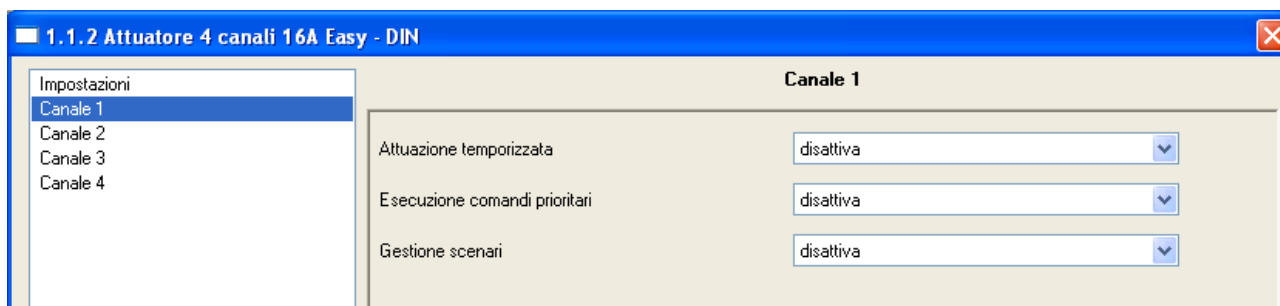

Fig. 19: Finestra di configurazione parametri **Attuatore 4 canali 16A Easy (2) - Canale 1**
Per tale motivo le altre funzioni disponibili nella finestra di configurazione dell'attuatore possono essere lasciate disattivate, come mostrato in fig. 19.
Analoga configurazione mostrata in fig. 19 vale per gli altri canali di uscita 2, 3 e 4 dell'attuatore Easy (2).